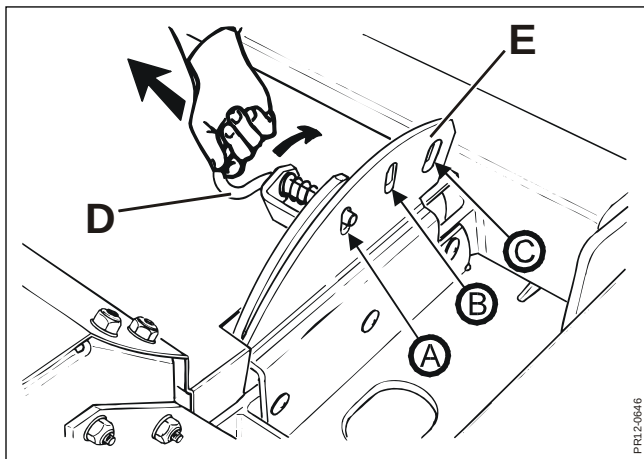

Fig. 3-14
**Fig. 3-14** Systemet betjenes med håndtaget **D**, som kan placeres i 3 positioner på konsollen **E**. Crimperpladens afstand til rotoren ændres ved at flytte håndtaget **D** til et af de andre huller i konsollen **E**. Placeres håndtaget i pos.(A), er afstanden mellem crimperpladen og crimperfingrene lille, i pos. (B) er afstanden middel og i pos. (C) er afstanden stor.